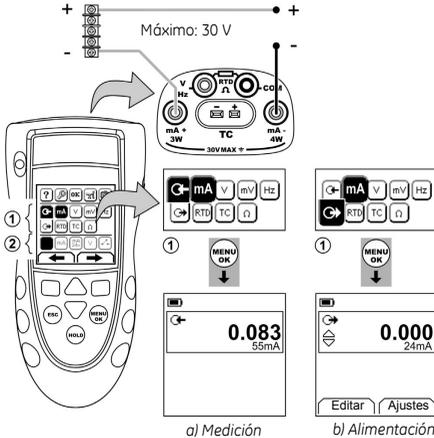

Figura 1: Ejemplo de configuración: Medición/alimentación de mA con alimentación de lazo externa (Área 1)
1. Conecte el instrumento (Figura 1, 2 o 3) y, si es necesario, ajuste las opciones de *Configurar* (Tabla 1).